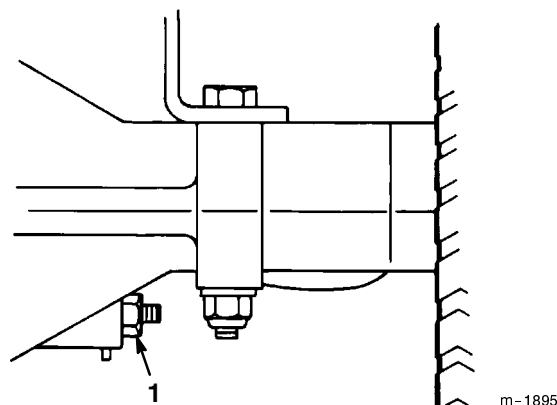

Figure 18
Le frein se trouve du côté droit de l'essieu arrière, à l'intérieur du pneu arrière (Fig. 18). Si le frein ne tient pas ou si la puissance de freinage est insuffisante, un réglage est nécessaire.
- Pour augmenter la résistance de freinage, serrez l'écrou de réglage du frein (Fig. 18) de 1/8 de tour vers la droite, puis contrôlez de nouveau le frein. Alternez les serrages et les contrôles jusqu'à ce que le frein soit bien réglé.